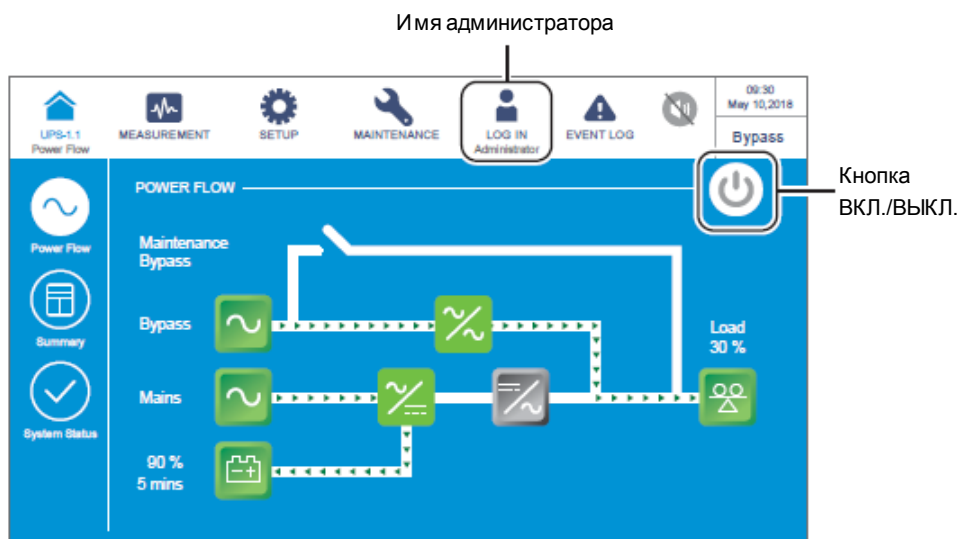

Рисунок 6-35: Главный экран: расположение кнопок имени администратора и ВКЛ./ВЫКЛ.
- 7 Войти в систему как **Администратор**. Для получения пароля **Администратора** связаться со обслуживающим персоналом. После входа в систему убедиться, что вход произошел под именем **Администратора** (см. **Рисунок 6-35**).